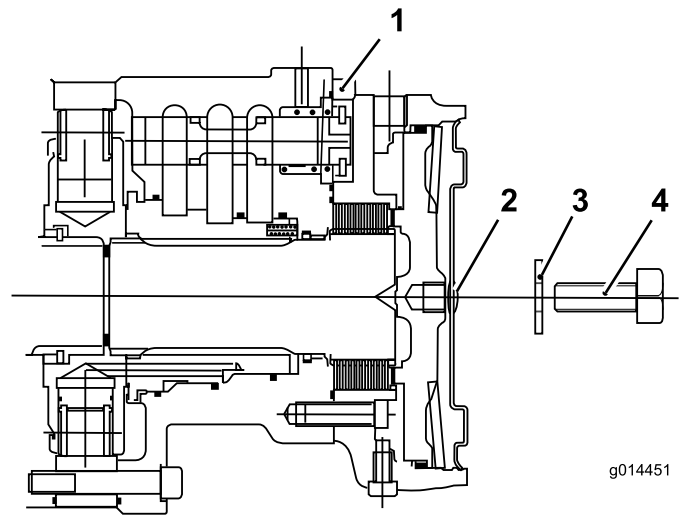

Bild 37
1. Entfernen Sie die Schraube (12 x 40 mm) und Unterlegscheibe (12 mm) aus dem Loch in der Mitte der Motorendplatte (Bild 37).